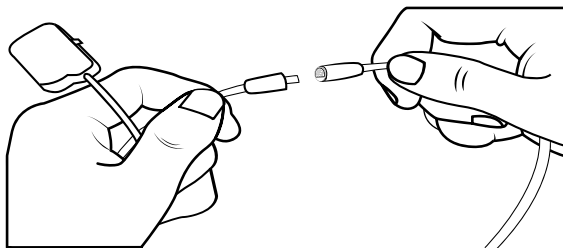

Figure 15. Câbles de salle d'opération à 8 contacts et extension
1. Attacher l'extension de câble de salle d'opération au câble de salle d'opération (Figure 15).